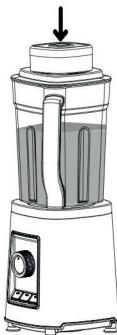

Fig 5
- Sett vakuumpumpen (8) på vakuumlokket (2) og pass på at den sitter ordentlig på. Pass på at silikonventilen på vakuumlokket er stengt. Trykk på knappen på vakuumpumpen for å starte vakuumprosessen. Fig. 5. Pumpen slår seg av automatisk når prosessen er fullført. Ta av vakuumpumpen (8) etterpå.